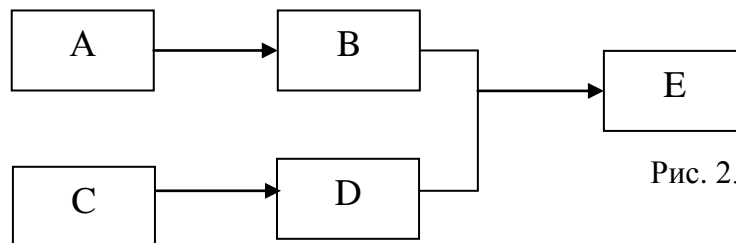

Рис. 2. Графік передування
**Графіки передування** почали використовуватися у 60-х роках минулого століття. На відміну від стрілчастих, роботи подано у вигляді прямокутників, а стрілками позначають логічні зв'язки (рис. 2).